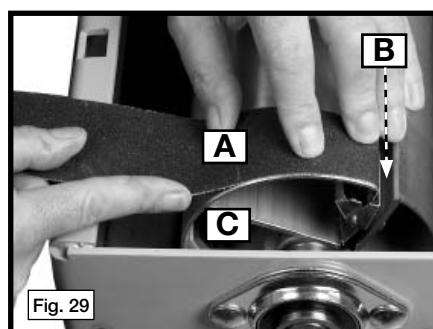

Fig. 29
3. Faire tourner le tambour (C), Fig. 29, à la main jusqu'à atteindre l'autre attache à ressort. Comprimer cette attache à ressort pour l'ouvrir et en extraire la bande abrasive.
4. Pour remettre la bande abrasive en place, comprimer l'attache à ressort (B), Fig. 29, et insérer un bout de la bande abrasive (A) dans la fente du tambour et dans l'attache à ressort. Aligner le bout effilé de la bande abrasive avec le bord du tambour.